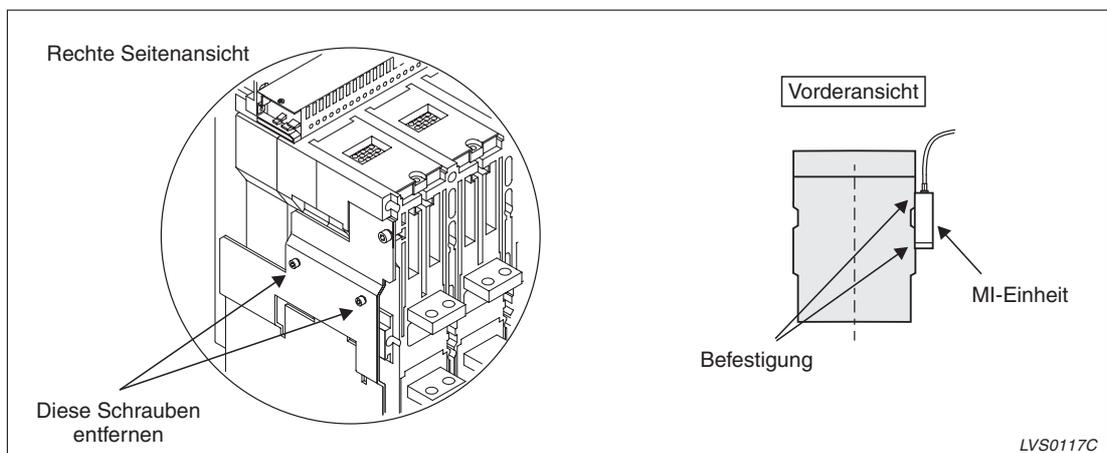

Abb. 4-52: Anbau der MI-Einheit an den Schalter (Festeinbau)
- ① Entfernen Sie die Sechskantschrauben an der rechten Seite des Rahmens (siehe Abb. 4-52).
- ② Montieren Sie die MI-Einheit an der rechten Seite des Rahmens und befestigen Sie die MI-Einheit mit Schrauben der Größe M6 und Federringen (Anzugsmoment: 2.9–3.8 Nm).